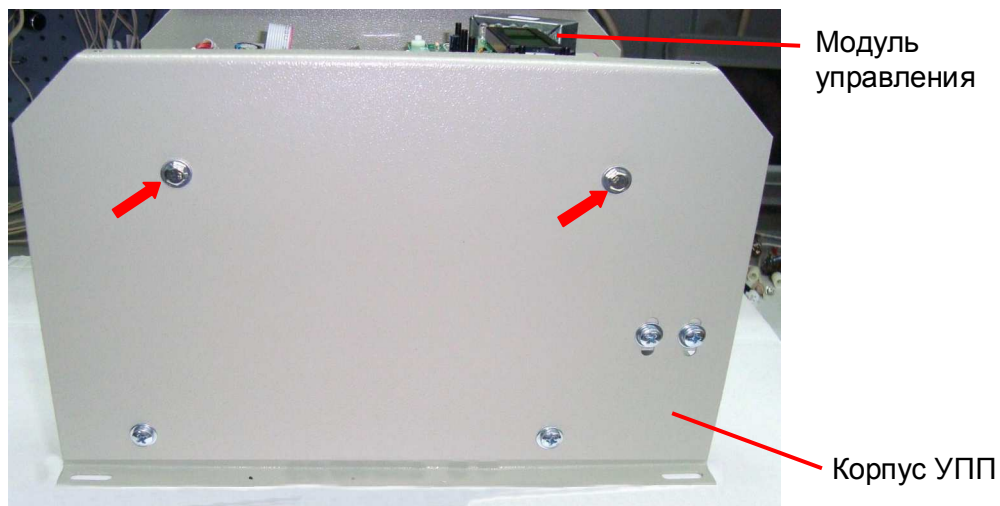
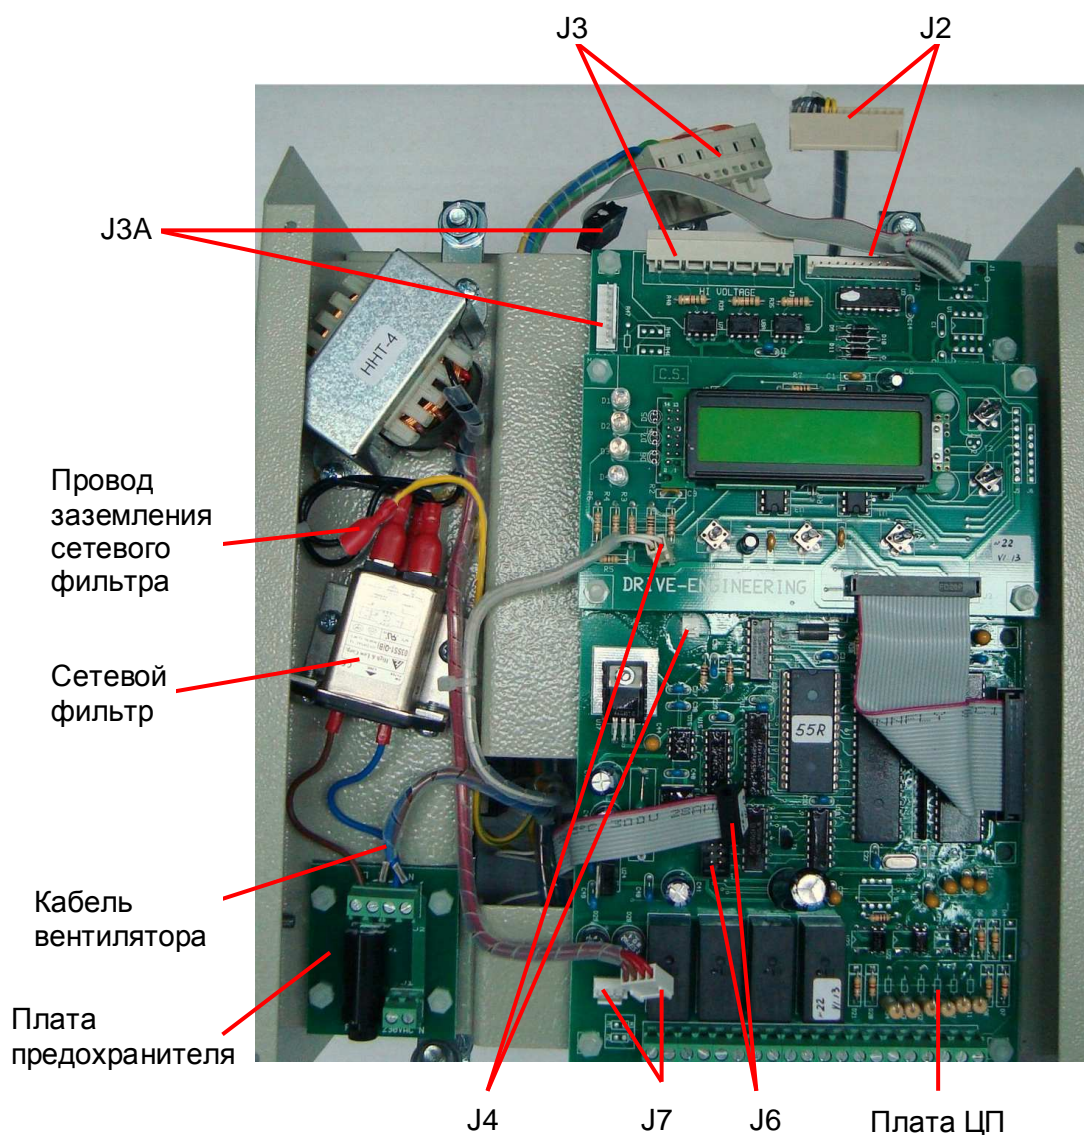

Рис. 7.27
Рис. 7.28
7.8.4. Подключить разъемы платы адаптера к плате ЦП согласно рис. 7.28 и схеме п.4.3.
7.10.1. Установить модуль управления в корпус УПП (рис. 7.27). При установке модуля обратить внимание на соединительные кабели и провода, которые необходимо расположить согласно рис. 7.28.
7.10.3. Подключить разъемы кабелей к плате ЦП (разъемы J2, J3, J3A, J4, J6, J7, рис. 7.28 и схема п.4.3).
7.10.4. Подсоединить провод заземления сетевого фильтра к заземляющей клемме сетевого фильтра (рис. 7.28).
7.10.5. Подключить кабель вентилятора к клеммнику J2 платы предохранителя (рис. 7.28). (к клемме N синий провод, к клемме L – коричневый провод).